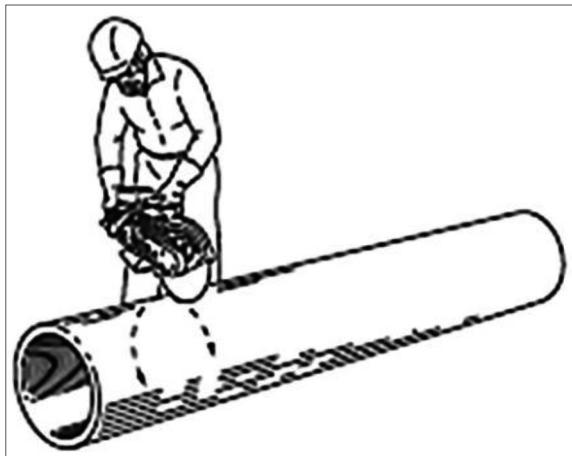

Рис. 23
15. Трубы большого диаметра режьте сверху, постепенно поворачивая трубу на  $360^\circ$  (рис. 23).